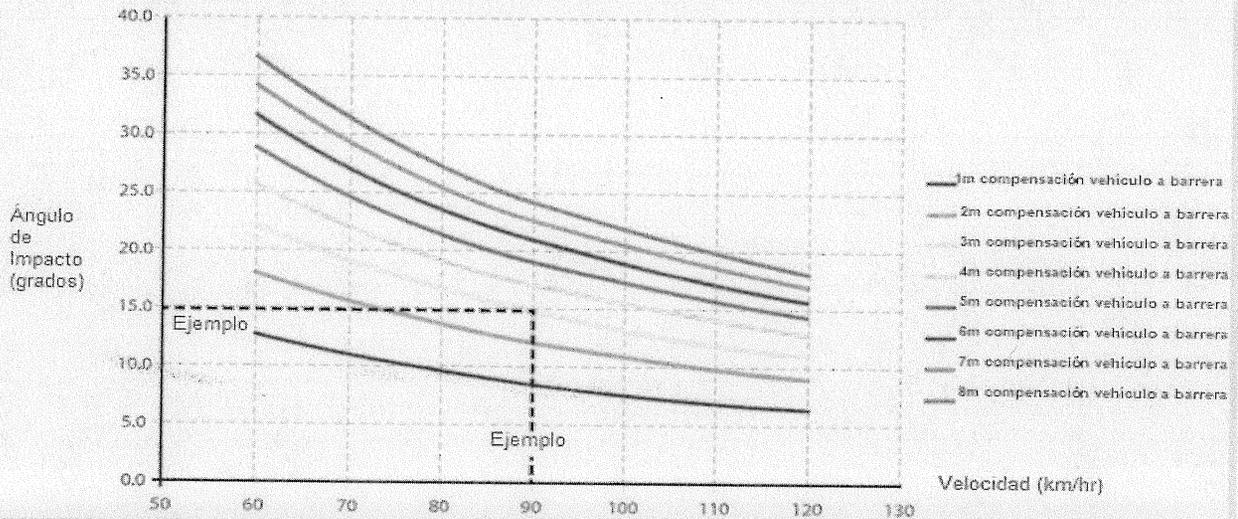

Imagen 6. Ángulo Máximo Obtenible por Velocidad y Compensación
El ángulo máximo obtenible de diversas velocidades y compensaciones se muestra en la Imagen 6 y se logra usando un modelo de masa y asume una conducción máxima y un coeficiente de fricción de 0.7 (pavimento seco). Una vez determinado el ángulo de impacto, las deflexiones dinámicas para varios diseños de vehículos se pueden seleccionar de la Gráfica 1 a 2.
Paso 1: Usando la Imagen 6, el impacto máximo obtenible se calcula en 20 grados.